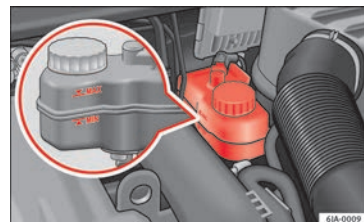

Fig. 113 Compartimento do motor: depósito do líquido dos travões
- Verifique o nível do líquido dos travões no depósito » **Fig. 113.** O nível deve estar sempre entre as marcas «MIN» e «MAX».